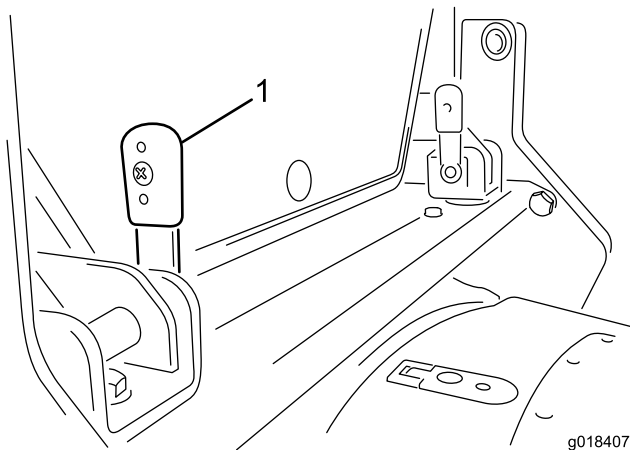

Figura 12
1. Gire hacia arriba las dos palancas de bloqueo situadas en el travesaño de la parte trasera de la cabina (Figura 12).
3. Con las palancas en la posición vertical (Figura 12), presione para introducirlas a través de los soportes. Podría ser necesario mover las palancas dentro de los soportes para alinear las clavijas de bloqueo con las ranuras.